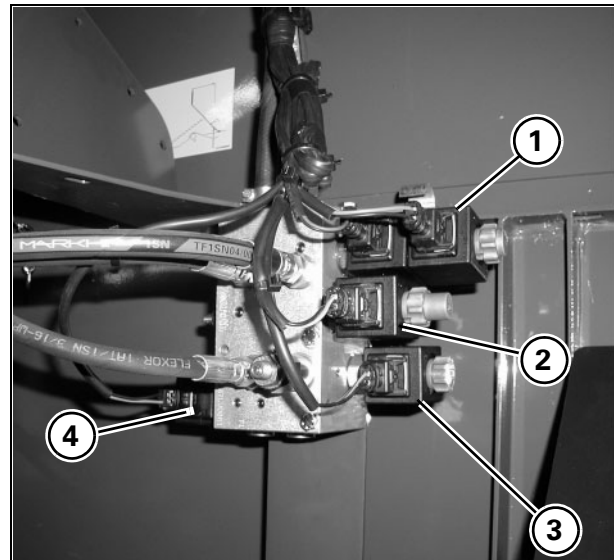
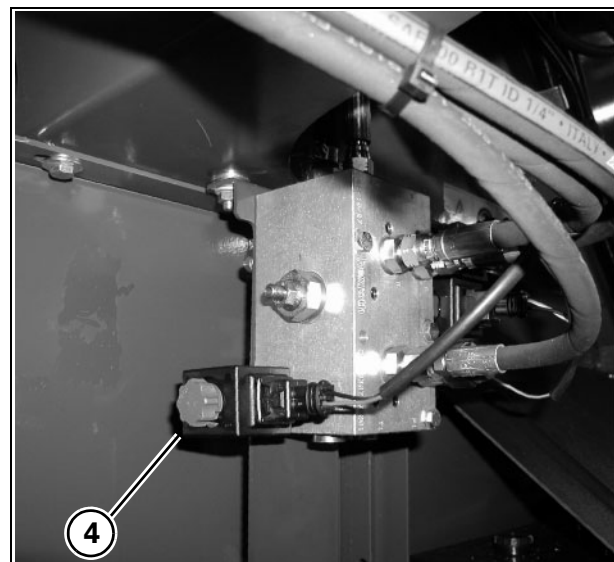

Рис. 60
Рис. 61
**Блок клапанов вспомогательной гидравлики - Рис. 60 и Рис. 61**